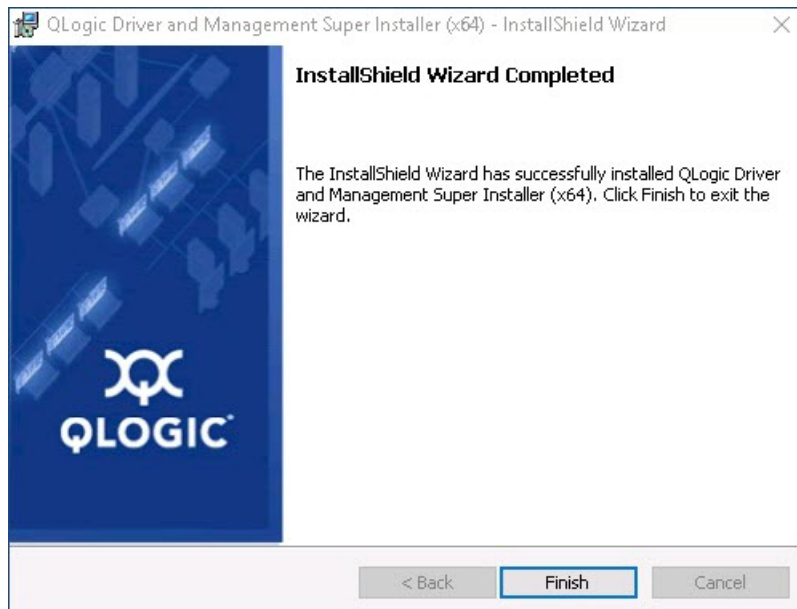

Figura 3-7. Asistente InstallShield: Ventana Completed (Completada)
8. Cuando finalice la instalación, aparecerá la ventana InstallShield Wizard Completed (Asistente InstallShield completado) (Figura 3-7). Haga clic en **Finish** (Finalizar) para retirar el instalador.